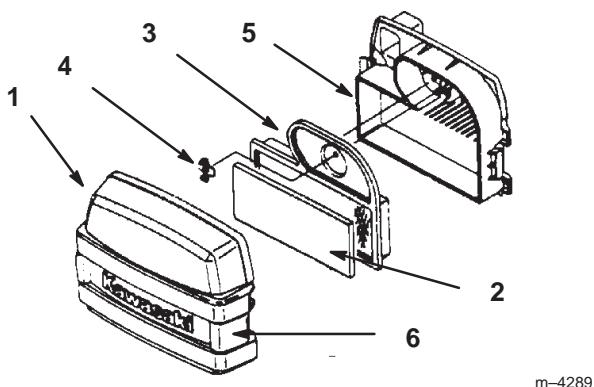

Figure 35
3. Nettoyez la surface autour du filtre à air pour éviter que des impuretés ne s'introduisent dans le moteur et l'endommagent. Dégagez les deux fixations latérales et déposez le couvercle du filtre à air (Fig. 35).
4. Sortez délicatement l'élément en mousse de l'élément en papier (Fig. 35).
5. Dévissez l'écrou à oreilles et retirez l'élément en papier (Fig. 35).